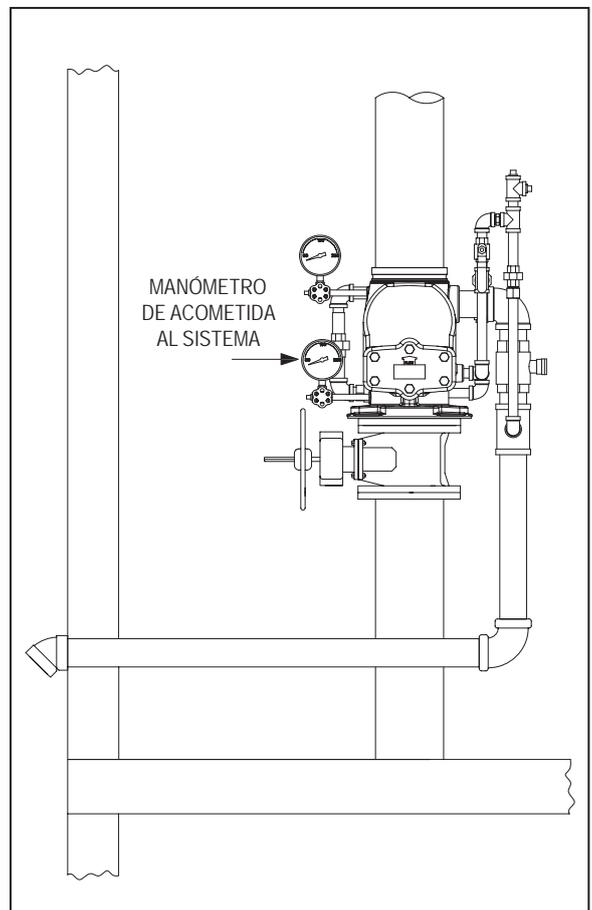

Figura 42
6. Cuando se aprecia un flujo estable del drenaje principal, registrar la presión residual de la acometida, indicada en el manómetro (Figura 42).